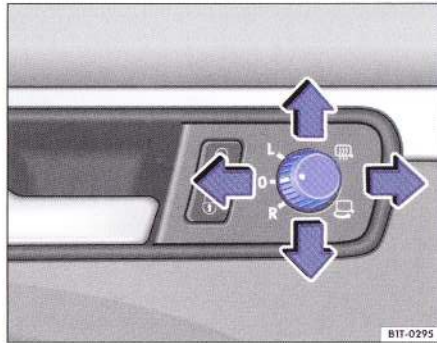

Fig. 50 Imagine din ușa conducătorului: Butonul rotativ pentru oglinzile laterale.
1. Rotiți butonul ⇒ fig. 50 în poziția L (oglinza din stânga).
- Rotiți butonul ⇒ fig. 50 în poziția , pentru a încălzi oglinzile laterale.
- Rotiți butonul ⇒ fig. 50 în poziția , pentru a plia oglinzile laterale. Oglinzile laterale trebuie pliate întotdeauna când se spală autovehiculul în instalații automate de spălare, pentru a evita producerea defectărilor.
- Rotiți butonul ⇒ fig. 50 în cealaltă poziție, pentru a replia oglinzile laterale ⇒ ⚠.
2. Rotiți butonul ⇒ fig. 50 în poziția L (oglinza din stânga).
3. Acționați butonul rotativ și astfel reglați oglinda, încât să se asigure o bună vizibilitate în spate. **Oglinza din dreapta** se va regla simultan (reglare sincron). Dacă este necesar, poziția oglinzii laterale din dreapta trebuie corectată prin rotirea butonului ⇒ fig. 50 în poziția R.